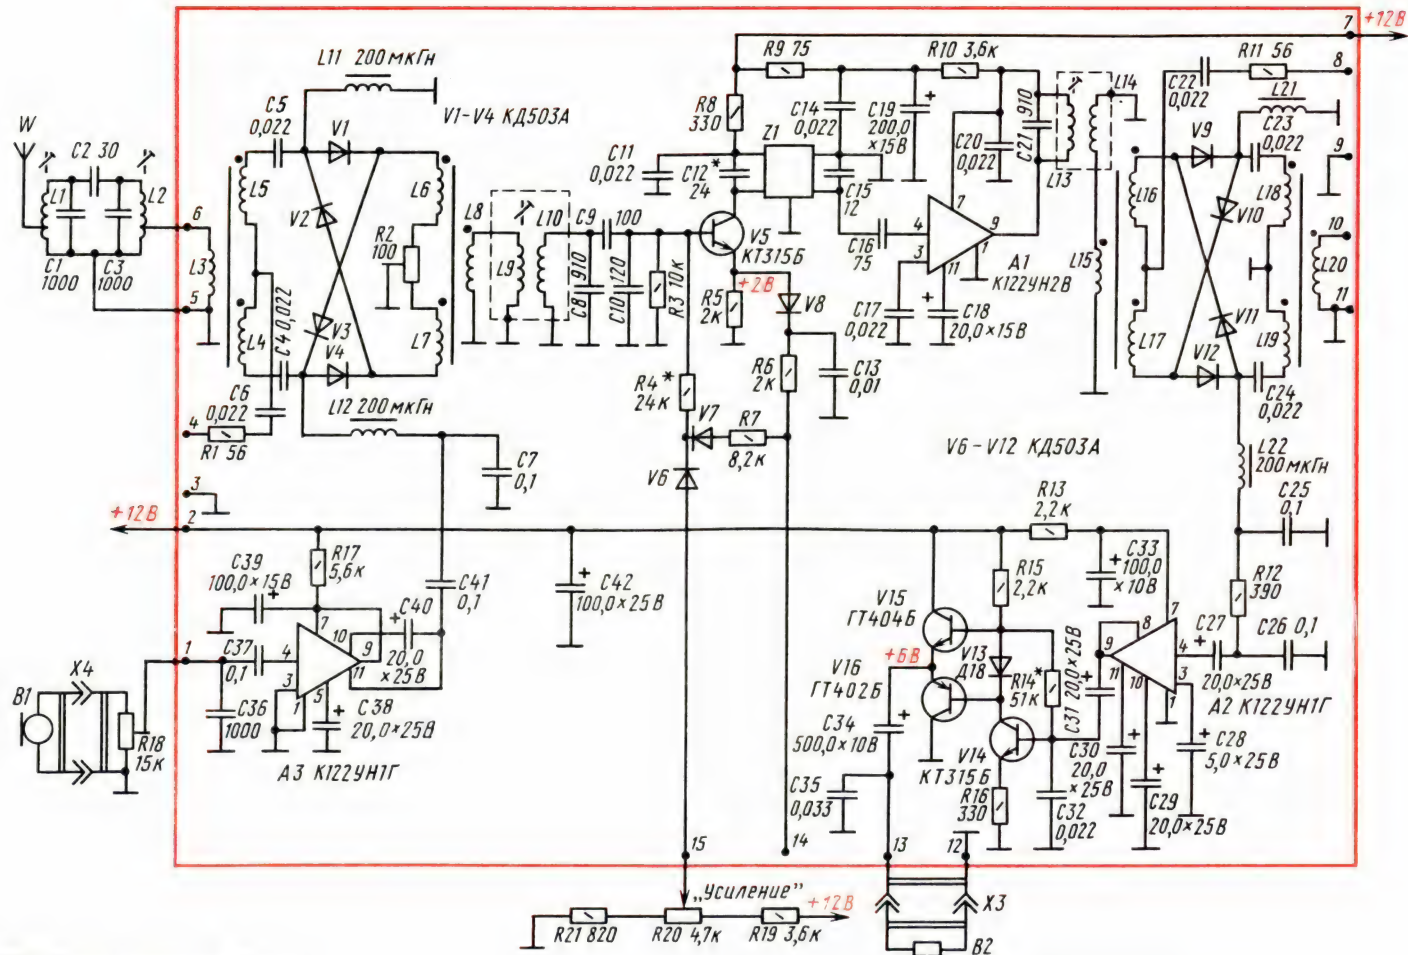

Рис. 388. Схема основного блока
**Принципиальная схема** основного блока трансивера показана на рис. 388. Подключенные к его плате (через выводные контакты 5 и 6) контуры L1C1, L2C3 со связующим их конденсатором C2 образуют фильтр сосредоточенной селекции. В режиме приема через него на первый кольцевой смеситель, выполненный на диодах В1–В4, подается принятый антенной сигнал, а через выводы 3 и 4 — напряжение гетеродина частотой 2340–2460 кГц. На выходной катушке L8 кольцевого смесителя выделяется сигнал промежуточной частоты (500 кГц), кото-
Остается разобрать принцип работы коммутационного узла в первом каскаде усилителя ПЧ основного блока при переводе трансивера с приема на передачу. В режиме «Прием» нижний (по схеме на рис. 388) вывод резистора R6 этого каскада через обмотки реле К1 и К2 коммутатора, находящегося в блоке гетеродинов, соединен с общим заземленным проводником цепи питания, диод V8 открыт напряжением, падающим на эмиттерном резисторе R5. В это время конденсатор C13, подключенный через открытый диод V8 к резистору R5, ослабляет отрицательную обратную связь по переменному току, снижающую усиление каскада. При подаче на вывод 14 основного блока постоянного напряжения +12 В (переключателем S1) диод V8 закрывается и тем самым отключает конденсатор C13 от резистора R5; начинает действовать отрицательная обратная связь, снижающая усиление каскада. Это предотвращает перегрузку тракта ПЧ относительно сильным сигналом, поступающим в него с первого кольцевого смесителя в режиме передачи.
Катушки L3—L5, L6—L8, L15—L17 и L18—L20 трансформаторов смесителей основного блока намотаны на кольцах типоразмера К7 × 4 × 2 из феррита марки 600НН. Можно также использовать ферритовые кольца с магнитной проницаемостью 400—1000 и внешним диаметром 7—12 мм. Каждая из катушек трансформаторов содержит 34 витка провода ПЭВ-2 0,15. Наматывать катушки каждого трансформатора надо одновременно тремя проводами, предварительно скрутив их жгутиком, а во время монтажа внимательно следить за порядком их соединения (на рис. 388 начала катушек отмечены точками).
Налаживание начинай с установки режимов работы транзисторов V5 и V14—V16 основного блока (см. рис. 388). Для этого переключатель S1 «Прием-пере-
Настройку трансивера в режиме «Передача» также начинай с основного блока (см. рис. 388). Питание на усилитель мощности пока не подавай. К разъему Х4 «Микрофон» подключи электродинамический микрофон (любого типа), а к выходу микросхемы А3 подключи милливольтметр или вольтметр переменного тока, который мог бы фиксировать десятые доли вольта. Произнося перед микрофоном протяжное «а-а-а», подстроечным резистором R18 установи на выходе микросхемы А3 напряжение, равное 0,1–0,15 В. После этого к выводу 10 платы основного блока можно подключить отрезок провода, прослушать на вспомогательный приемник сформированный SSB сигнал трансивера и скорректировать его подстроечным резистором R2.